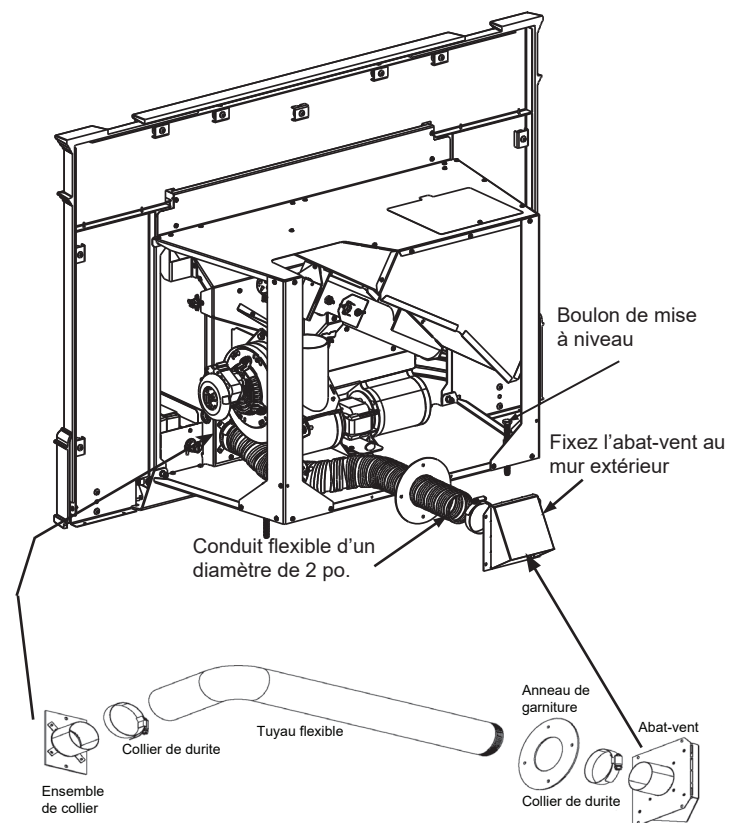

Figure 21.3
3. Utilisez un collet de durite pour fixer le tuyau flexible au collier (**Figure 21.3**).